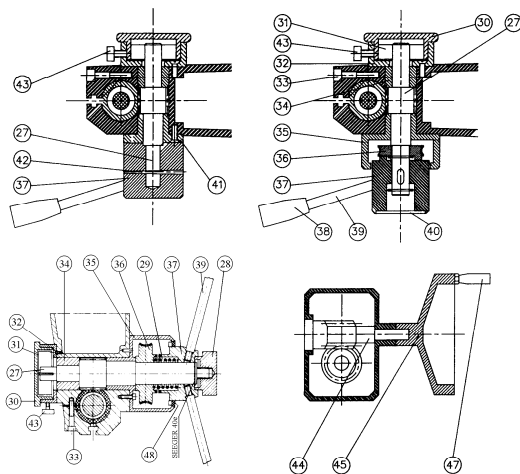

FIG.2
La perceuse est livrée avec la broche contrebalancée par un ressort à spirale d'Archimède. Pour régler ce ressort desserrer la vis (43) figure 2 d'une main en tenant le couvercle (30) figure 2 de l'autre main ; faire ensuite tourner le couvercle dans le sens qui convient pour tendre plus ou moins le ressort puis serrer de nouveau la vis (43). **IMPORTANT** : l'opérateur devra éviter de faire revenir la broche trop brutalement pour ne pas courir de risques et ne pas compromettre la durée de vie du ressort.
3.4 DESCENTE LENTE (FIG.2)